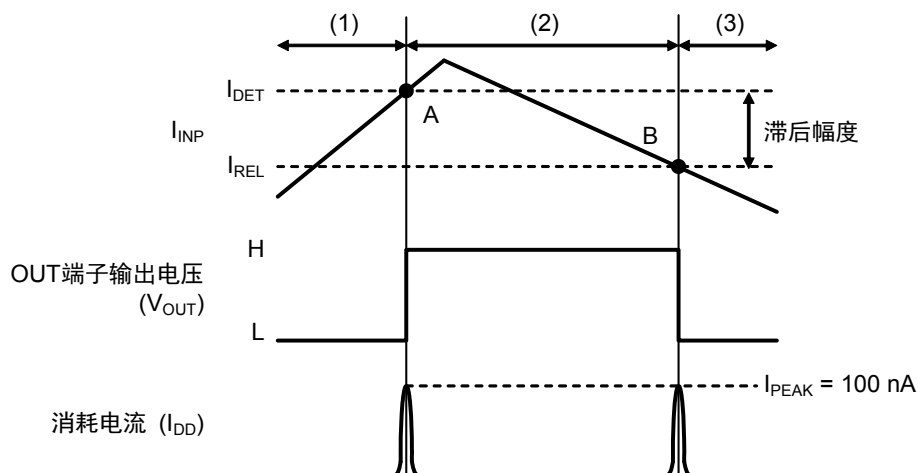

图14 检测电流时的工作
- (1) 当 $I_{INP} < I_{DET}$ 时，OUT端子输出为 "L"。
- (2) 当 $I_{INP}$ 增加至 $I_{INP} \geq I_{DET}$ 时，OUT端子输出变为 "H" (图14的A点)。
- (3) 之后，如果 $I_{INP}$ 减少至 $I_{INP} \leq I_{REL}$ 时，OUT端子输出变为 "L" (图14的B点)。
- 2.** 在切换OUT端子电压的附近，会流入如图14所示的穿心电流 ( $I_{PEAK} = 100 \text{ nA}$ )。
滞后幅度表示检测电流与解除电流之间的电流差 ("图14 检测电流时的工作" 和 "图16 检测电流差时的工作" 中B点的电流 - A点的电流)。